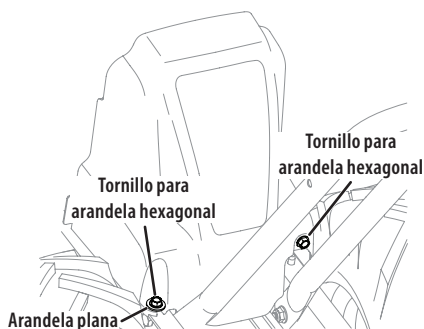

Figura 23
3. Retire el tornillo de la arandela hexagonal (1/4-20 x .500) y la arandela plana (.28 x .74 x .500) del lado izquierdo de la cubierta de la correa y el tornillo de la arandela hexagonal (1/4-20 x .500) del lado derecho de la cubierta de la correa. Extraiga la cubierta de la correa. Vea la Figura 23.